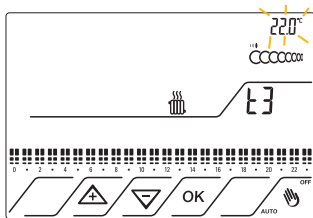

Fig.30
7.10 Dopodichè Compare la fascia di temperatura relativa a T3. Lampeggia la relativa temperatura impostata 22°C. Fig.30